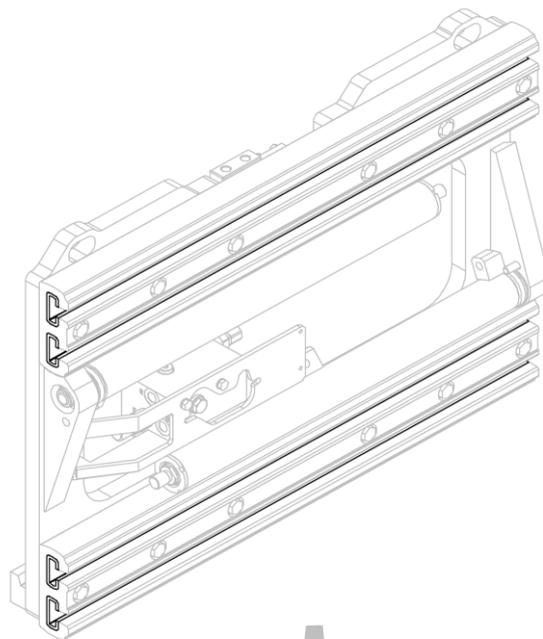
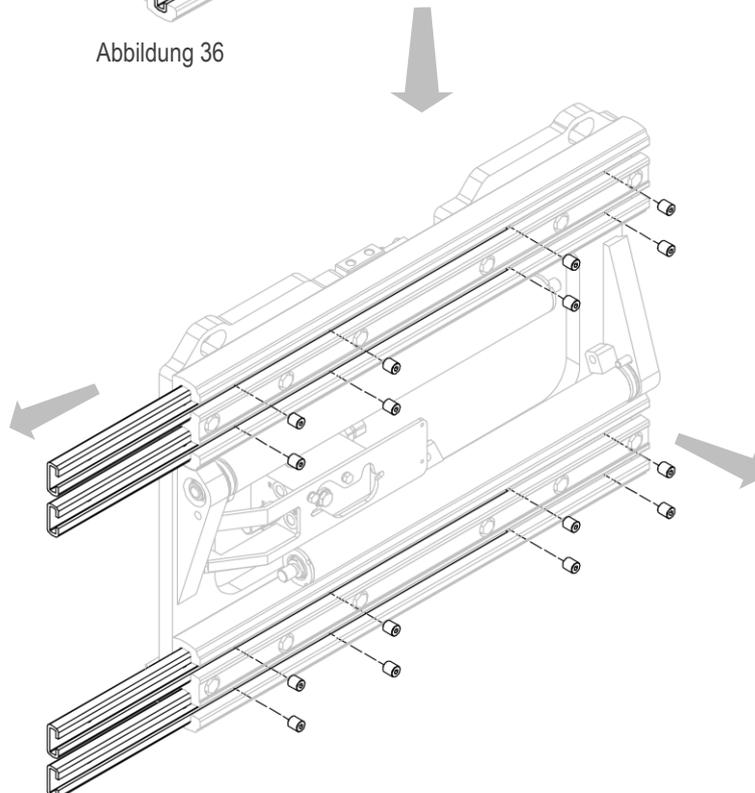

Abbildung 36
Abbildung 37
3. Schrauben Sie die Madenschrauben, mit denen die Nylonbuchsen befestigt sind, heraus und entfernen Sie die Buchsen (siehe *Abbildung 36* und *Abbildung 37*).